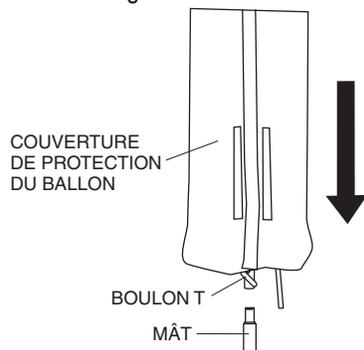

Figure 15. Installation du ballon
1. Insérer l'assemblage du ballon dans le mât. Bien serrer le boulon en T. Voir Figure 15.